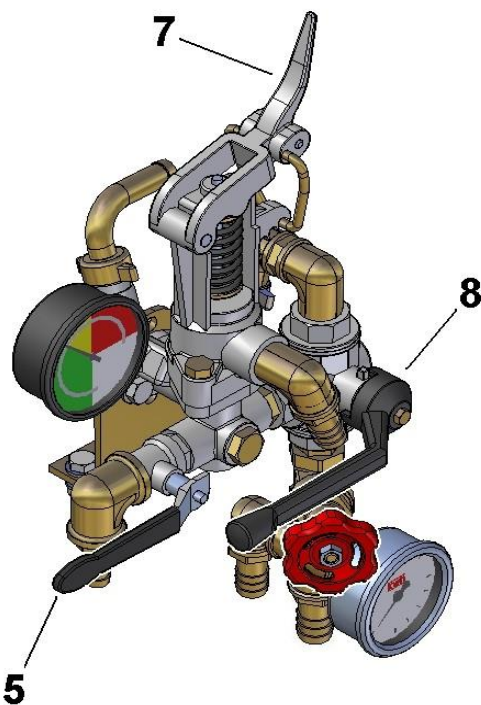

Abb. 11
- 5 - Den Druckregler (Abb. 11 - Pos. 7) mit gehobenem Hebel auf die Kerbe 1 stellen, das Rührventil (Abb. 11 - Pos. 5) öffnen, um das Füllen des Tanks zu beschleunigen - Das 3-Wege-Ventil (Abb. 11 - Pos. 8) **ist** für diesen Vorgang **nicht wichtig**